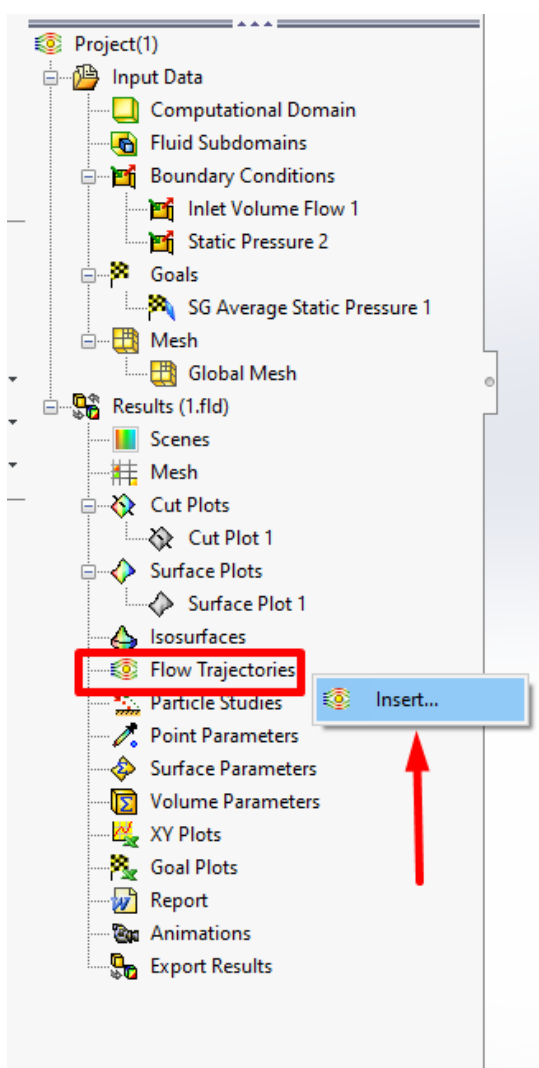

Рисунок 10.40 – Вставка траекторій потоку
2. Натисніть ПКМ на значку **Flow Trajectories** (Траєкторії потоку) та виберіть **Insert** (див. рис. 10.40).